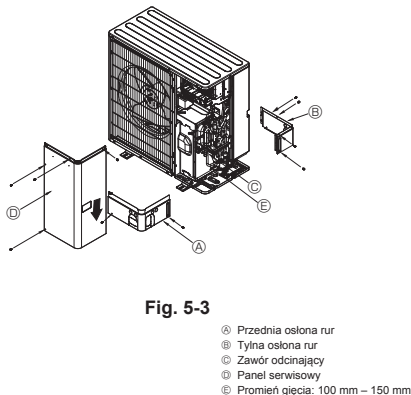

Fig. 5-3
5.3. Rury czynnika chłodniczego (Fig. 5-3)